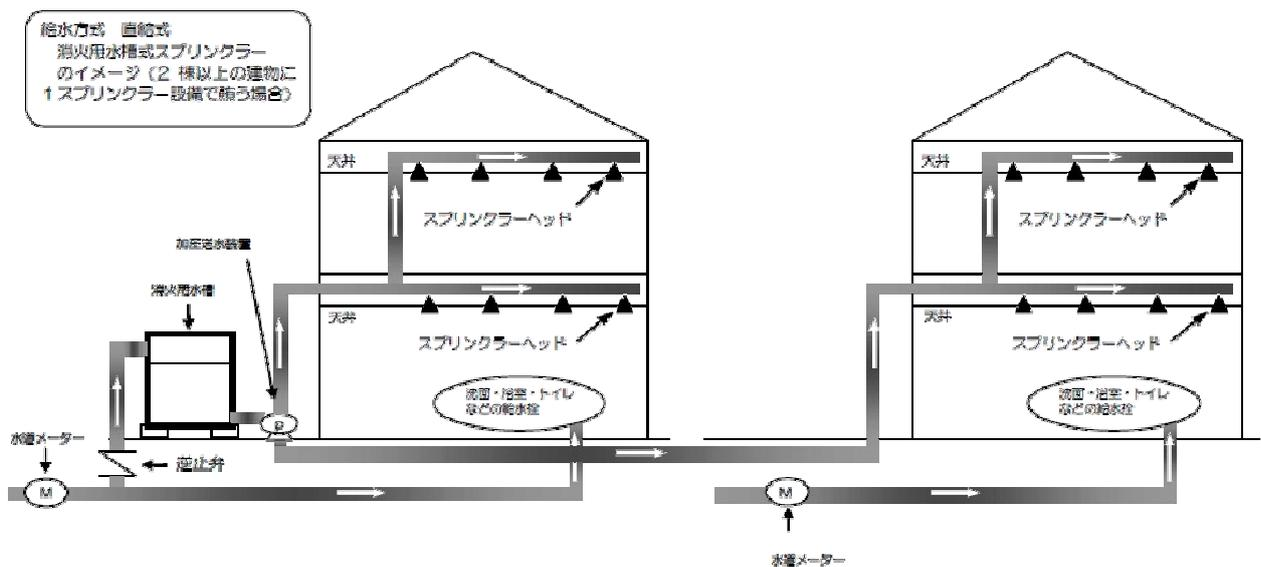

図 13-2-5
- (6) 消火用水槽式スプリンクラーについては、同一敷地内若しくは隣接する土地で、複数の建物に 1 つのスプリンクラー設備でまかなう事は可能とする。それぞれの建物に給水装置が設置してある場合でも同様とする。ただし、事前に消防署とも協議を行い承諾をもらうこと。（図 13-2-5 参照。）